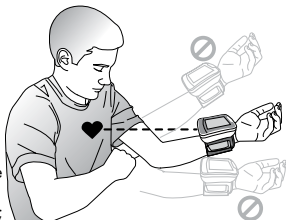

Fig. 1
1. Descanse su codo en una superficie sólida con la palma de la mano hacia arriba. Eleve su brazo de manera que el brazalete esté al mismo nivel que su corazón, Fig. 1. Asegúrese de que el brazalete esté elevado al nivel adecuado; puede apoyar su mano sobre una toalla doblada o un libro. Relaje la mano.